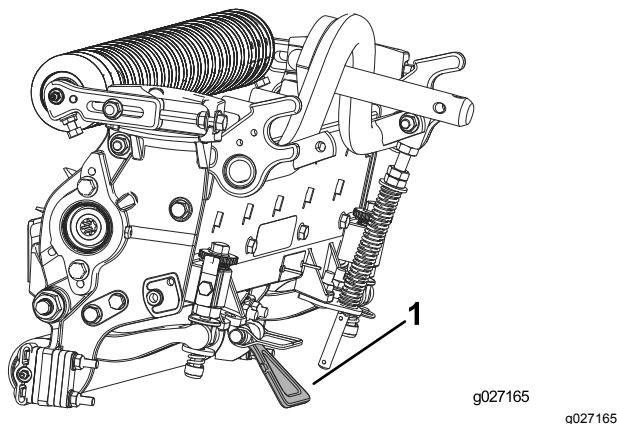

**Figure 9**
2. Tournez les vis de réglage de la barre d'appui dans le sens antihoraire pour vérifier qu'elle ne touche pas le cylindre (Figure 9).